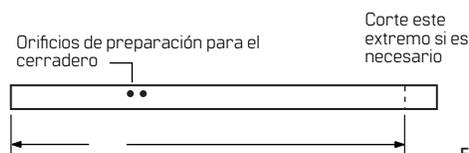

Figura 9 Corte del tubo del parteluz
- 4.3 Mida el tubo del parteluz y compare la medida con la "L" calculada. Si necesita cortar el tubo, marque la línea de corte y trázela alrededor de todas las caras del tubo. Si el tubo ya está preparado para los cerraderos, asegúrese de marcar en el extremo superior, más lejos de los orificios para los cerraderos. Consulte la **Figura 9**.